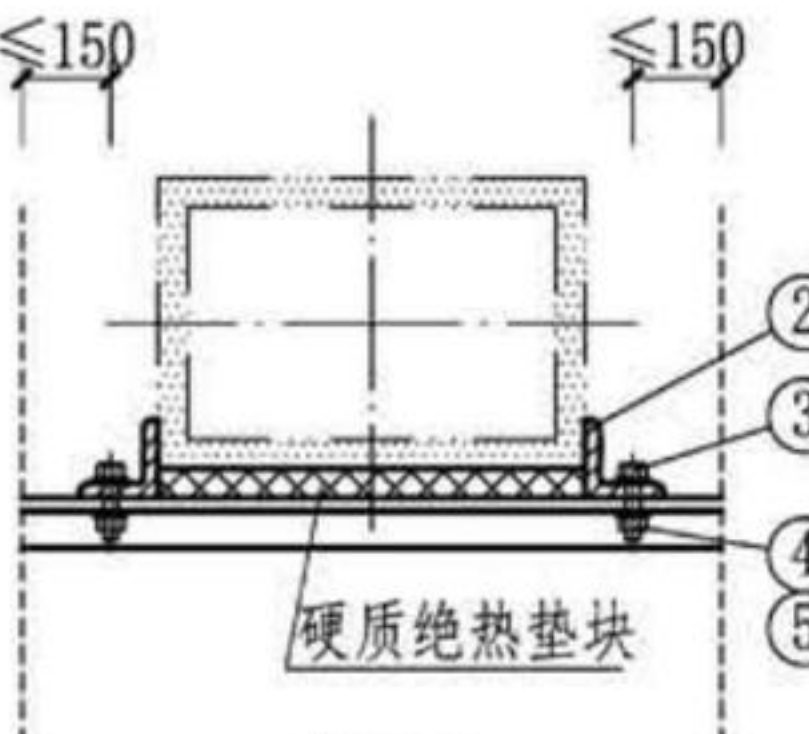

图10
- 注: 1. 图1~图5中虚线表示墙边或柱边, 适应于本图集第11~14页悬臂型或斜撑型支架。图6~图10中虚线表示墙边、柱边或吊杆中心线, 适应于本图集第15~16页悬吊型支架。